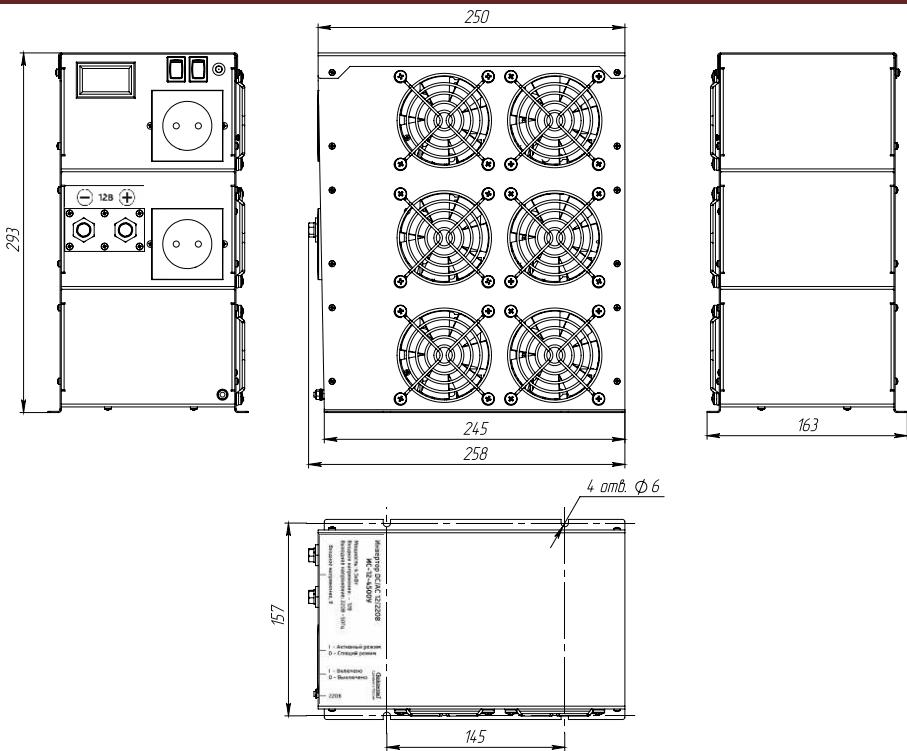

Рисунок 1 – Внешний вид инвертора
4.2 На лицевой панели инвертора расположены (см. Рис.1):